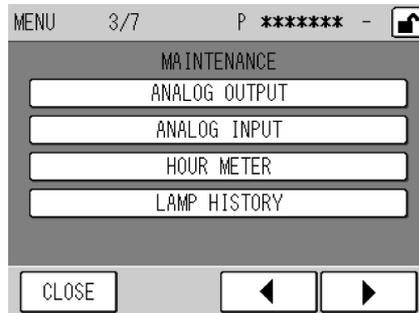

Fig. 55 MENU/MAINTENANCE screen
- MAINTENANCE (Fig. 55 on page 44)